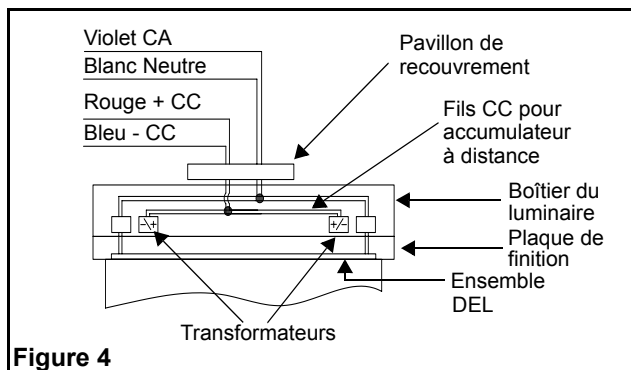

Figure 4
10. Effectuer les connexions nécessaires. Notre système peut recevoir un courant de 120 VCA à 347 VCA. Raccorder le fil violet (CA) et le fil blanc (neutre) au service de l'édifice (voir fig. 4).
Se rapporter au câblage CA et CC de la figure 4. Pour la portion CC: enfiler le fil rouge (+) à la tension d'entrée CC positive et le fil bleu (-) à la tension d'entrée CC négative. Note: la plage de tension d'arrivée CC est de 6 à 48 v.